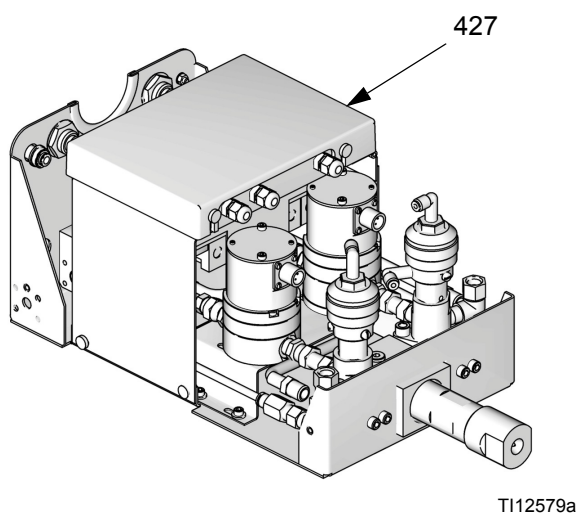

FIG. 27: Ta bort styrkortets hölje
2. Ta bort styrkortets hölje (427). FIG. 27.